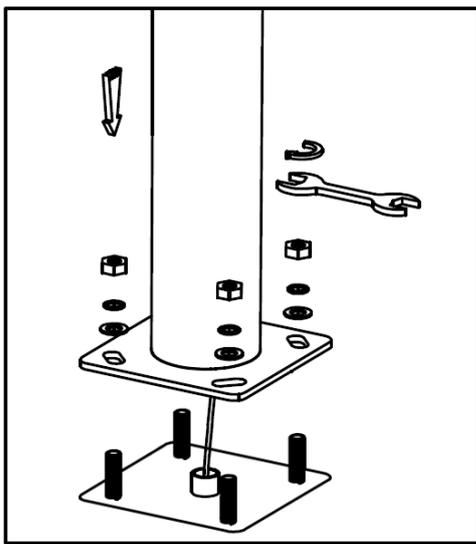
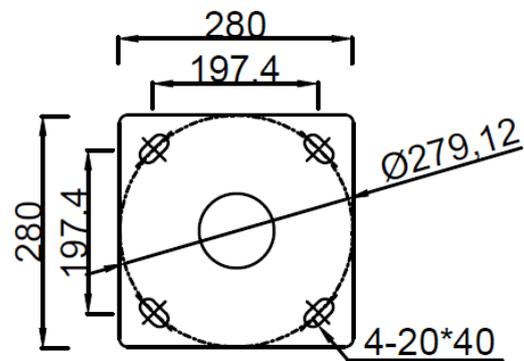

Рис. 1
Рис. 2
6.3.2 Установите светильник на закладную деталь при помощи комплекта креплений (Рис.1). Габариты основания для закладной детали указаны на Рис.2. Внимание! Закладная деталь и комплект креплений в поставку не входят.